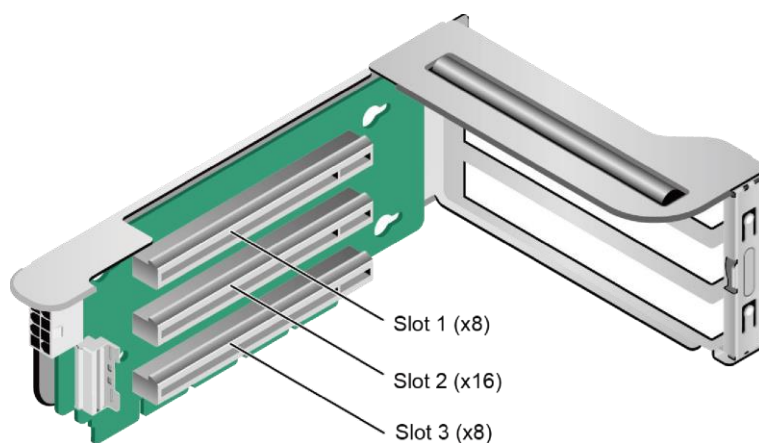

图 4-7 Riser 卡 1（8x2.5 英寸前置硬盘+6 张 PCIe 标卡）
- ◆ IO 模组 1 支持的 Riser 卡如图 4-7 所示，PCIe 槽位为 Slot 1~Slot 3，RAID 控制标卡配置在 Slot 1 槽位。